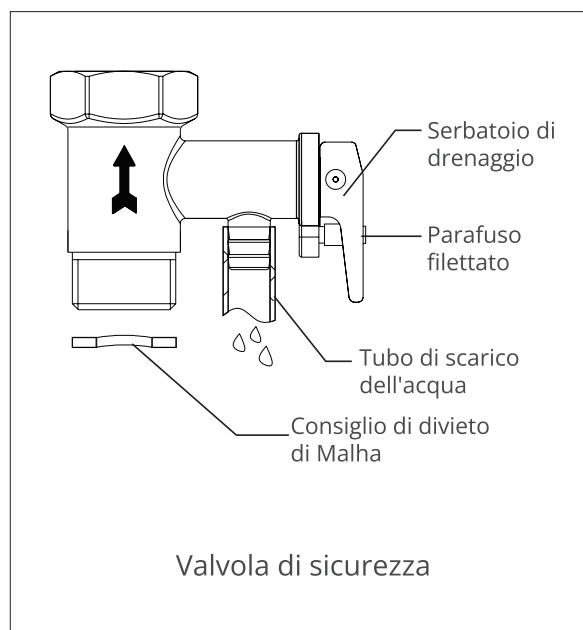

Fig.7
- Svitare la vite filettata sulla valvola di sicurezza multifunzione e sollevare la maniglia di scarico verso l'alto (vedere Fig. 7) per scaricare l'acqua dal serbatoio interno.